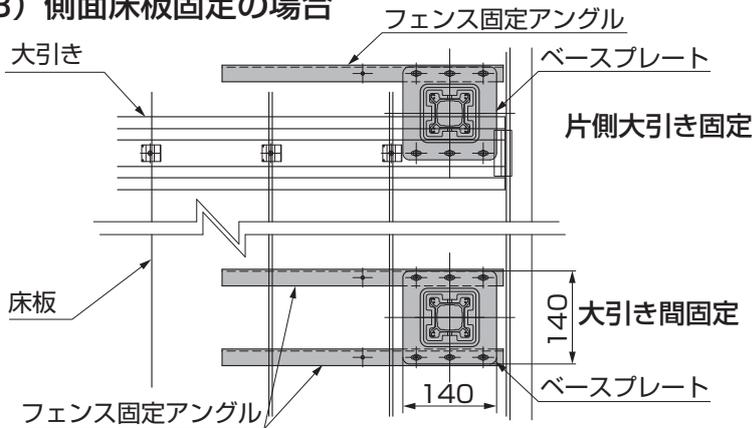
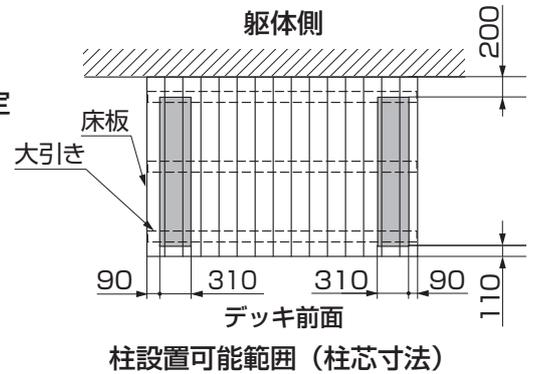
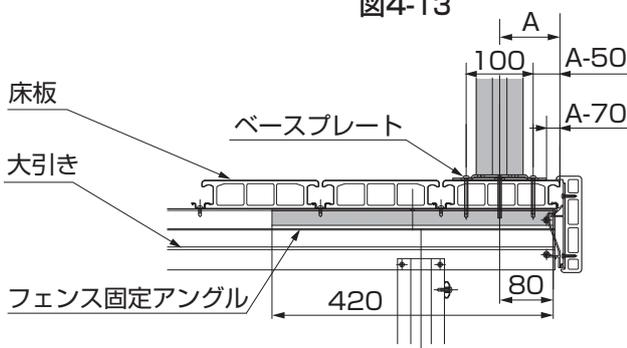
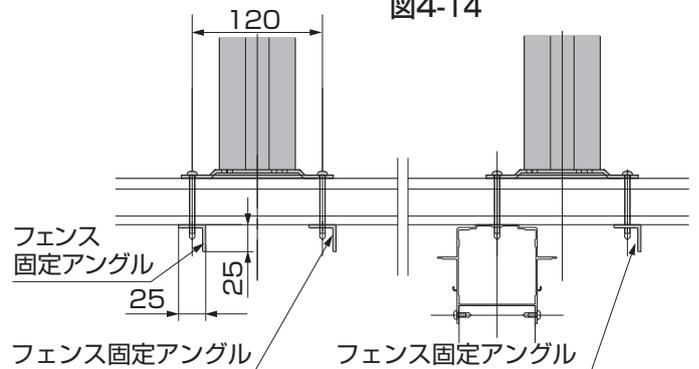

図4-13
図4-14
図4-15
図4-16
- 片側を大引きに固定して立てる場合、大引き間に立てる場合には、図4-13、図4-14、図4-15、図4-16を参照して取付けてください。
- 図4-15のA寸法値の最小値は90mmです。
- 図4-15のA寸法の最大値は、フェンス固定アングルに手が届く約400mmの範囲内で自由に設定することができます。
②ネジ位置をマーキングしてください。
③マーキングした床板にφ5.5の下孔をあけてください。(※1)
④片側大引き固定の場合は、「4-1 ベース柱(1)正面床板固定の場合」の端部への取付けを参照してください。
⑤大引き間固定の場合、デッキの中心の下孔と、フェンス固定アングルの孔を合わせて、ベースプレートを【4-3】で2ヶ所取付けてください。(※2)
⑥ベースプレートを【4-2】で、床板の下にフェンス固定アングルをあてて4ヶ所取付けてください。